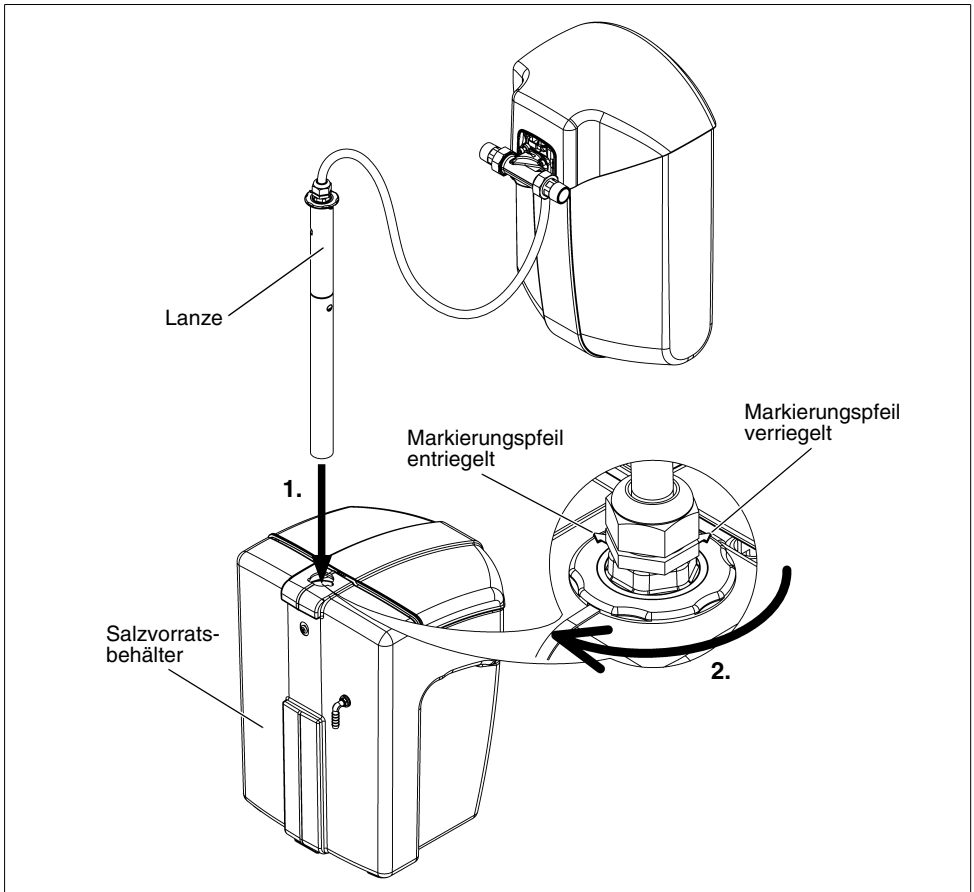

Abb. 13: Verbinden der Enthärtungsanlage mit dem Salzvorratsbehälter
### Vorgehensweise (siehe Abb. 13):
**⚠ Auf Markierungspfeil achten: Pfeil muss dabei zur Seite zeigen (siehe Abb. 13)!**
**⚠ Auf Markierungspfeil achten: Pfeil muss nun zur Vorderseite des Salzvorratsbehälters zeigen (siehe Abb. 13)!**